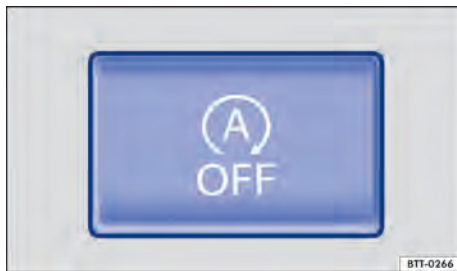

Fig. 136 Na parte inferior do console central: botão do sistema Start-Stop.
- Pressionar o botão  na parte inferior do console central → Fig. 136 para desligar o sistema. Com o sistema Start-Stop desativado, a luz de controle se acende no botão.
- Pressionar novamente o botão  na parte inferior do console central → Fig. 136 para religar o sistema.